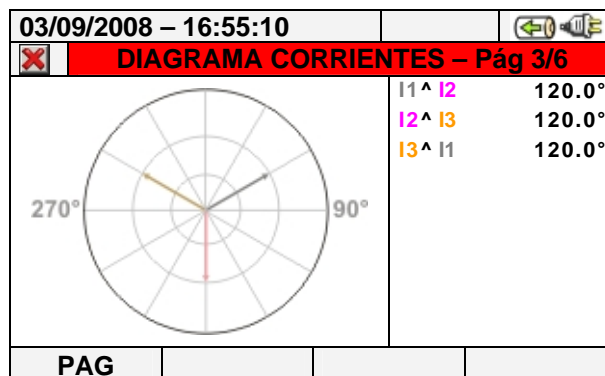

Fig. 69: Diagrama vectorial corrientes para sistemas 4-hilos, 3-hilos y ARON
- El diagrama vectorial de la corriente. La Fig. 69 muestra el caso de un sistema 3-hilos, ARON o 4-hilos: